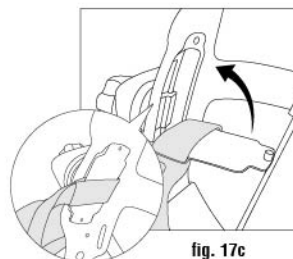

fig. 17c
Paso 3: Enganche la hebilla en su lugar original (véase la fig. 17c).